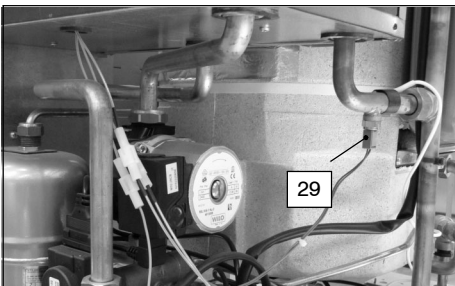

fig. 8.6
- 4 Scollegare il cablaggio della sonda NTC riscaldamento 29 in fig. 8.6
- 6 Ricollegare il cablaggio della sonda NTC riscaldamento 29 in fig. 8.6